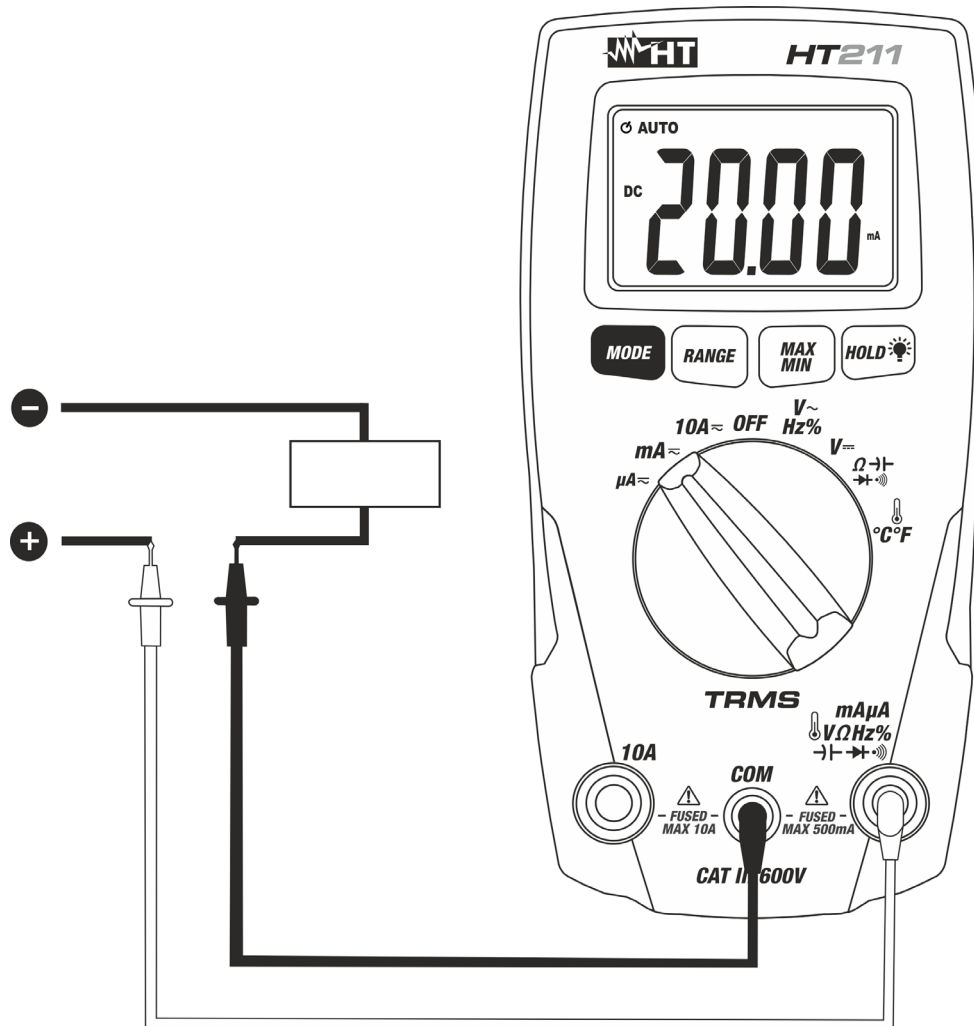

Fig. 9: Uso dello strumento per misura di Corrente DC
5. Collegare il puntale rosso ed il puntale nero in serie al circuito di cui si vuole misurare la corrente rispettando la polarità ed il verso della corrente (vedere Fig. 9)
8. La visualizzazione del simbolo "-" sul display dello strumento indica che la corrente ha verso opposto rispetto alla connessione di Fig. 9.